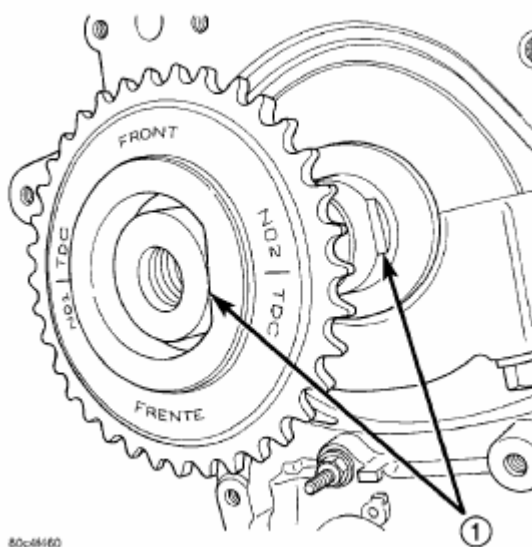

Рис. 118. Центрирование звездочки привода балансировочного вала относительно коленчатого вала.
(4) Совместить лыску на звездочке привода балансировочного вала с лыской на коленчатом вале (Рис.118).